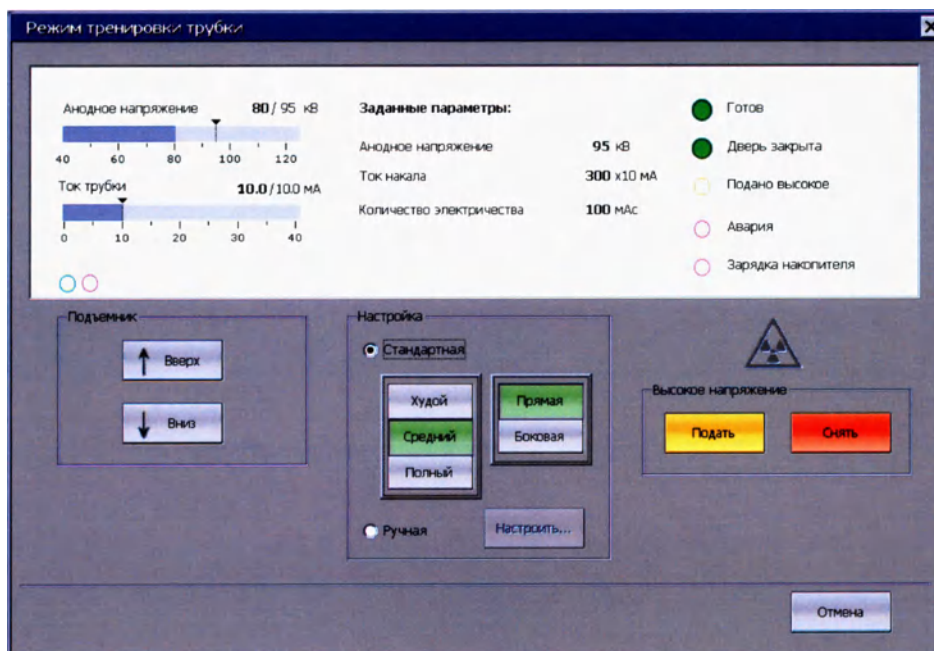

Рисунок 14 - Диалог режима тренировки трубки
7.2.1 В меню **«Сервис»** выбрать пункт **«Тренировка трубки»**. При этом на экран будет выведено окно режима тренировки трубки (рис. 14).